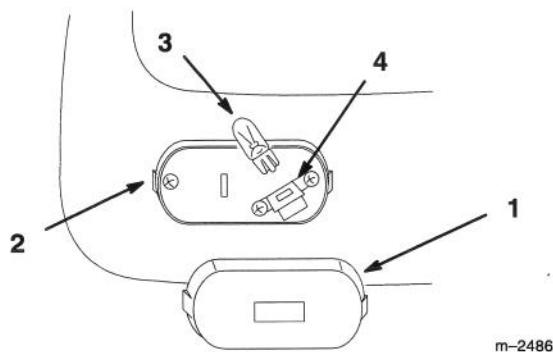

Figure 37
2. Insérer un tournevis dans la rainure et tourner pour détacher le diffuseur (Fig. 37).
1. Aligner la base de l'ampoule par rapport à la douille, et enfoncez l'ampoule en position (Fig. 37).
2. Poser le diffuseur sur son socle et appuyer pour l'encliqueter (Fig. 37).